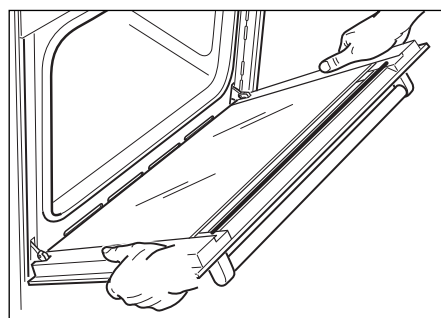

Figura 50c
- Tenere la porta (Figura 50c).